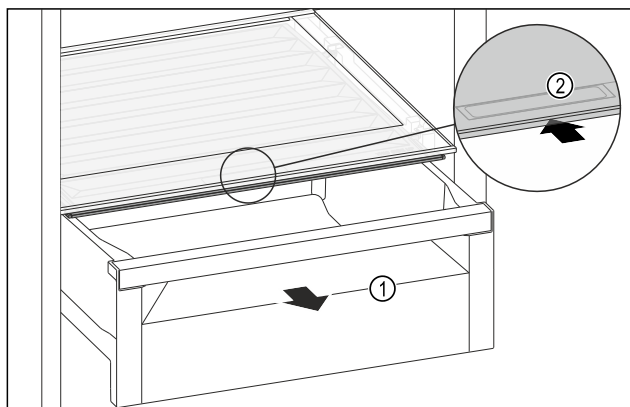

Fig. 109
- Zásuvku Fig. 109 (1) vytáhněte.
- Uchopte prohlubeň pro rukojeť Fig. 109 (2) na víko zásuvky a současně zasuněte víko zásuvky směrem dozadu.